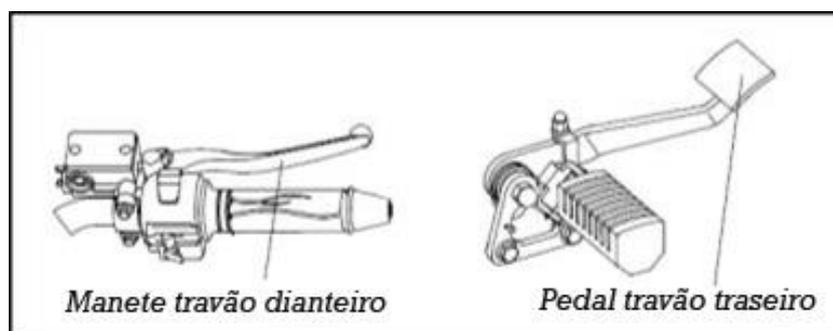

Fig. 13 Travões
(2) Em subida e viragens (Fig. 13)